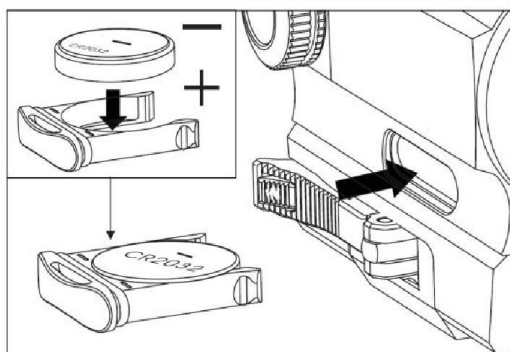

рис. 2-2
2. Установка новой батарейки (см. Рис.2-2):